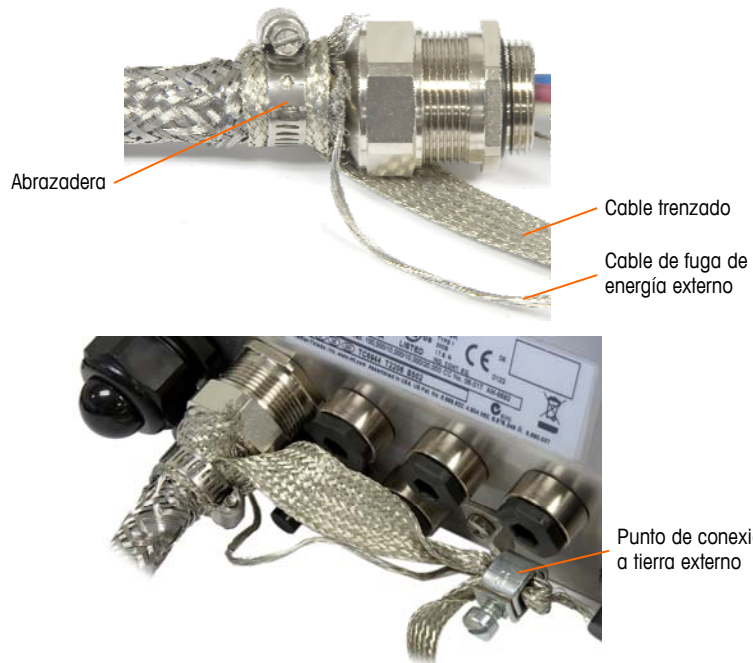

Figura 2-44: Terminación de la trenza externa del cable de conexión PDX, gabinete para ambientes adversos
- c. Extraiga la trenza externa para cubrir el mango de latón y envuelva un extremo de un cable de tierra trenzado plano sobre éste antes de asegurar todo con la abrazadera metálica (Figura 2-44). Corra el alambre de fuga externo del cable de conexión junto con el cable trenzado plano a través de una orejeta de conexión a tierra fija en la parte posterior del gabinete para ambientes adversos. El otro extremo del cable trenzado plano se termina en la barra de conexión a tierra.